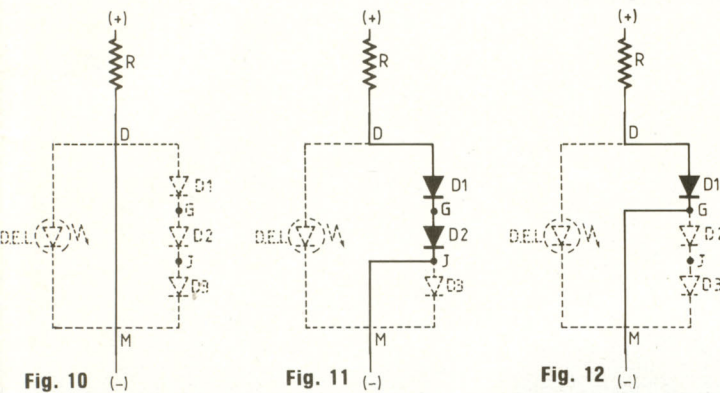

Fig. 10 (-) Fig. 11 (-) Fig. 12 (-)
– Posons une liaison entre les bornes D et M, conformément au nouveau schéma de la figure 10. La diode électroluminescente s'éteint. Pourquoi donc ? Tout simplement parce que le courant électrique profite du court-circuit que lui offre la liaison DM pour "éviter" de traverser les diodes, il emprunte le chemin le plus court. Voilà qui ne peut pas vous surprendre parce que, en électronique comme ailleurs, on a toujours le droit d'être fainéant à la condition expresse que ce soit intelligent, cela dit au risque de vous (dé)plaire ! Alors le courant, évidemment...